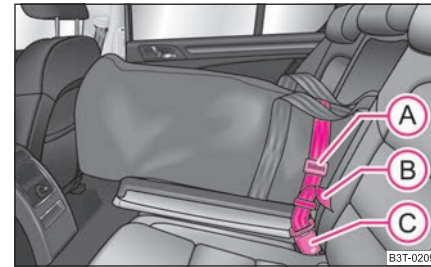

Abb. 106 Sicherung des Durchladesacks am mittlerem Gurtschloss der Rück- sitze
- Stecken Sie den Sicherungsgurt des Durchladesacks **A** in das mittlere Gurtschloss **C** ⇒ Abb. 106.